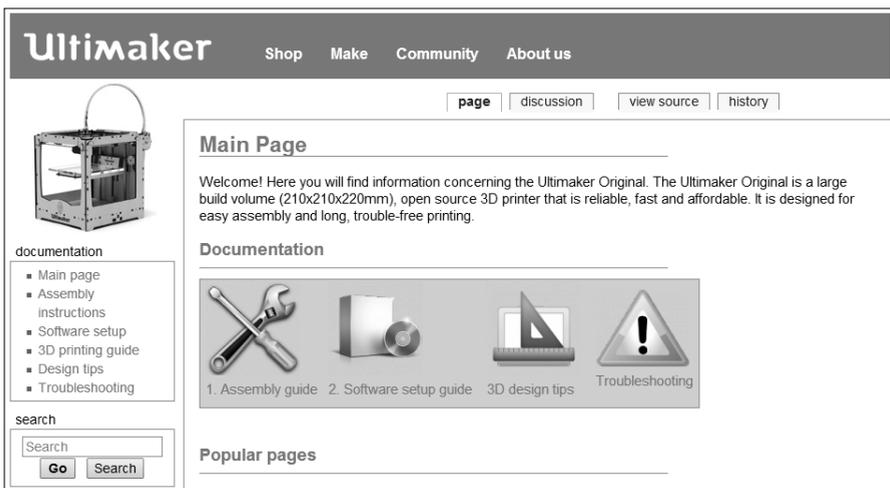

图 3-76 Ultimaker 主页
(1) 打开网页浏览器，在地址栏中输入 <http://wiki.ultimaker.com>。也可以在搜索框中输入 Ultimaker 进行搜索，然后在新打开的页面中选择官网并进入，打开后的 Ultimaker 官网页面，如图 3-76 所示。和 RepRap 一样，都是英文显示的。